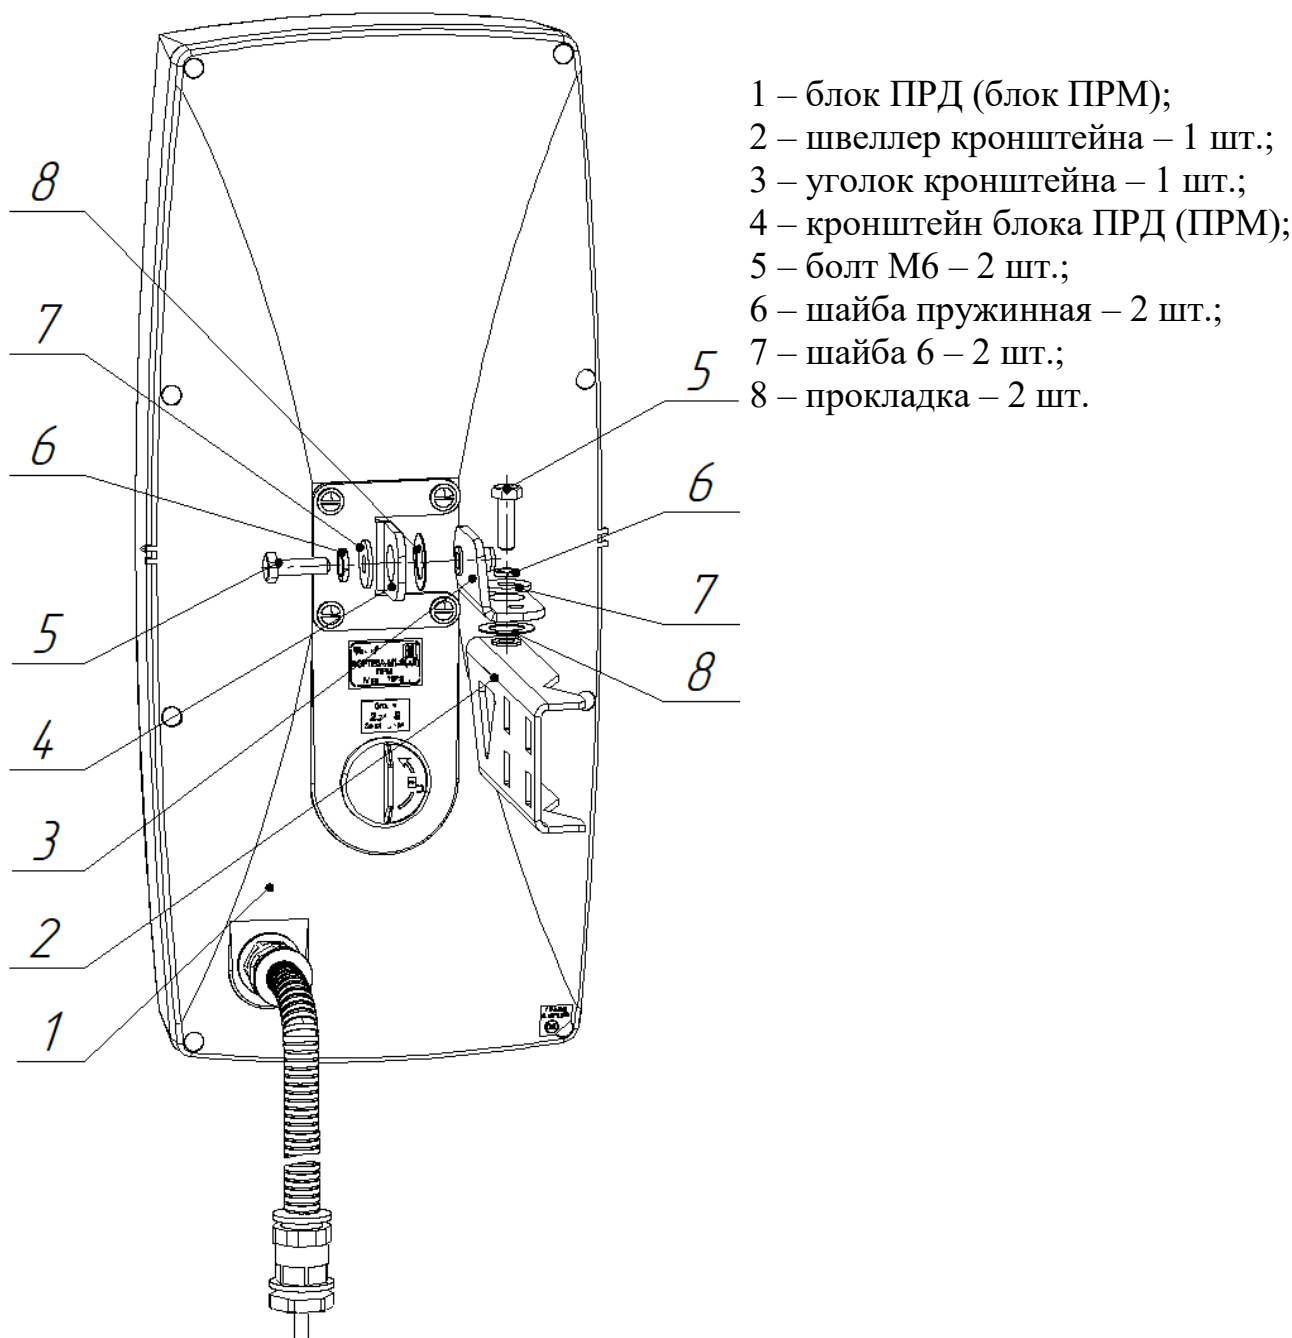

Рисунок 2.6 – Установка блока ПРД (блока ПРМ) извещателей «ФОРТЕЗА-М300», «ФОРТЕЗА-М500» на кронштейне
2.3.4.2 Закрепить блок ПРД (блок ПРМ) поз.1 на кронштейне (см. п.2.3.4.4 и рисунок 2.6).